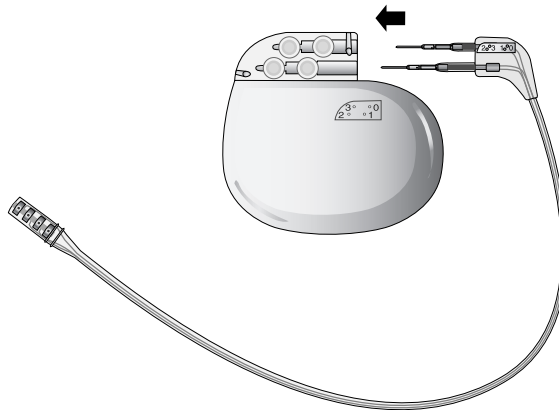

Figura 1. Introduzca completamente las clavijas de conexión de la extensión en el neuroestimulador.
3. Inserte las clavijas de conexión de la extensión apropiadas en la toma correspondiente del neuroestimulador hasta que queden totalmente encajadas dentro del bloque de conexión (Figura 1). Si encuentra resistencia al insertar las clavijas de conexión, utilice la llave dinamométrica (suministrada con el neuroestimulador) para aflojar los tornillos de fijación.